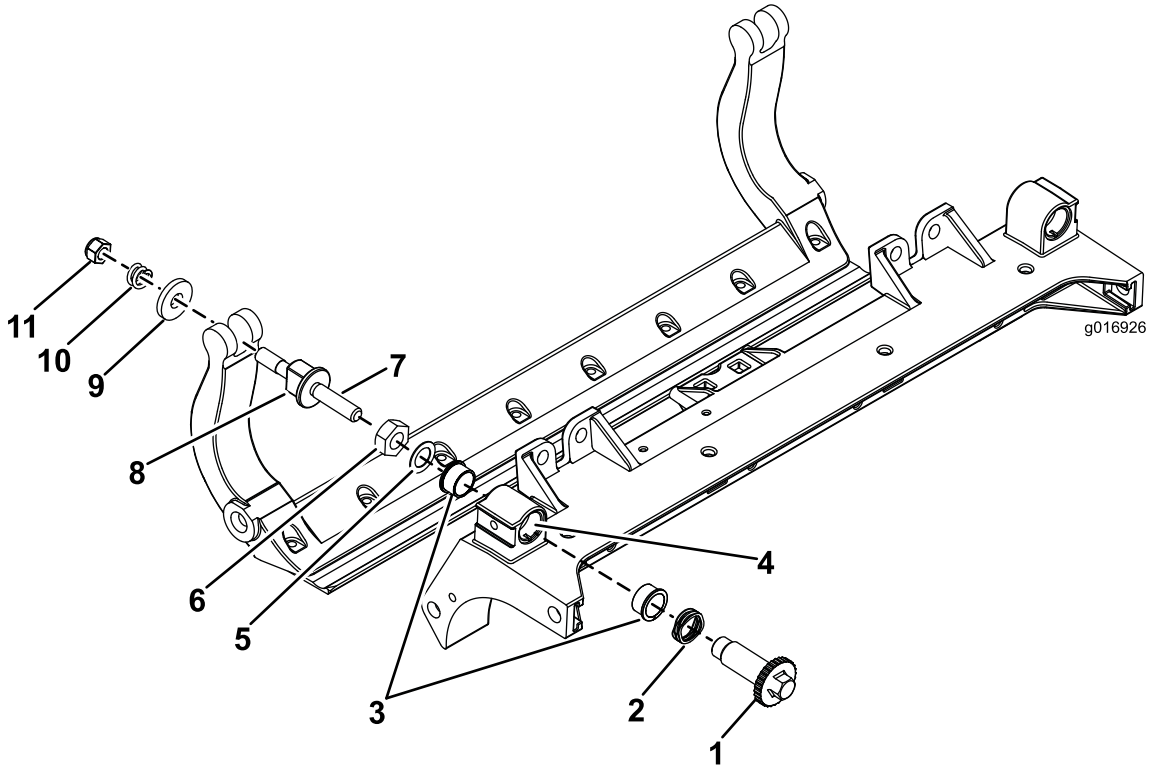

図 35
1. 全部のパーツを取り外すHD DPA キットの 取り付け要領書および図 35を参照。
2. カuttingユニットのセンターフレームのブッシュ挿入場所に固着防止剤を塗布する 図 35。
3. フランジブッシュのキーとフレームのキー溝を揃えて、ブッシュを挿入する 図 35。
4. アジャスタシャフトにウェーブワッシャを通し、アジャスタシャフトをCuttingユニットのフレームのフランジブッシュに通す 図 35。
5. 平ワッシャとロックナットでアジャスタシャフトを固定する 図 35。
12. その外側からスチール製ワッシャを取り付ける 図 35。
**注** 内側のワッシャには遊びがあってよい 図 35。
15. 各ベッドバーアジャスタアセンブリを締め付けて圧縮スプリングを完全に圧縮し、そこから1/2回転だけ戻す 図 35。